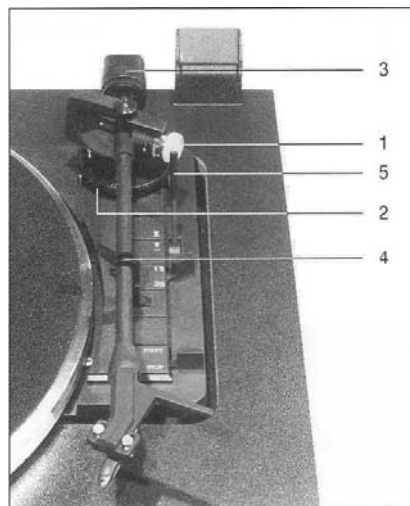

Рис. 6
Установите регулятор прижимной силы (1) на "0", а рукоятку регулировки противоскатывающей силы (2) поверните против часовой стрелки до упора (Рис. 6). Наверните противовес тонарма (3) на заднюю трубку тонарма (Рис. 5).
Снимите тонарм (4) с подставки и переместите его на небольшое расстояние в направлении центра опорного диска. Установите рычаг подъема (5) в положение DOWN (Вниз), при этом удерживая тонарм (Рис. 6). Точная балансировка тонарма может быть выполнена путем поворота противовеса (3) для того, чтобы он мог свободно висеть над опорным диском. Переместите тонарм назад на подставку. Сейчас вы можете отрегулировать прижимную силу (1) и противоскатывающую силу (2). Отрегулируйте ее на значение 1,5 мН (миллиньютон) для головки звукоснимателя AT 95 E, установленной на заводе. Значения требуемой противоскатывающей силы смотри в таблице внизу: